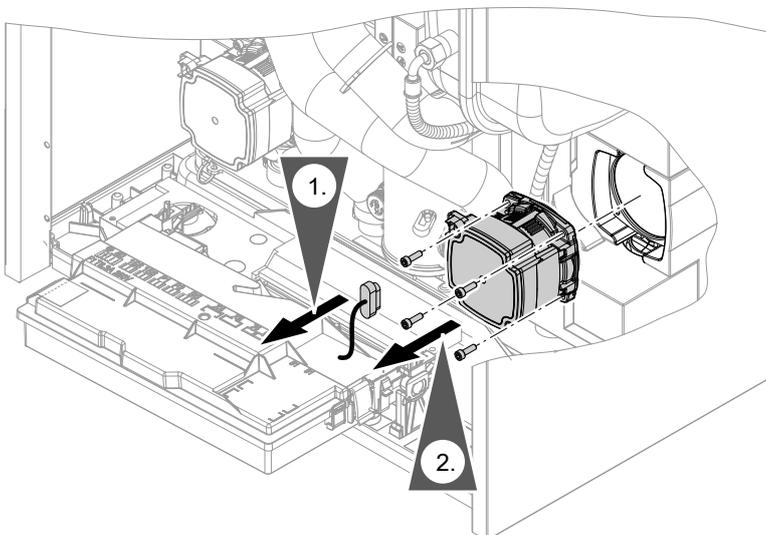

Abb. 93
- Anschluss-Stecker Umwälzpumpen: Siehe Abb. 93.